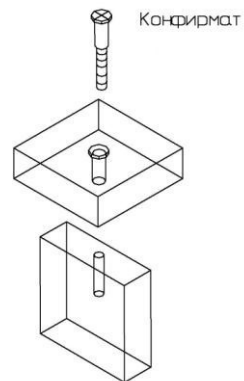

Рис. 2
Закрепить заднюю стенку (4) с помощью конфирматов, ввернув их сквозь отверстия в нижнем щите (3). Затянуть эксцентрики на нижнем щите (3). Присоединить основание комода (5) к нижнему щиту (3) с помощью конфирматов (рис.2). К получившейся конструкции присоединить крышку (1) так, чтобы дюбели и шканты в крышке вошли в предназначенные для них отверстия в боковых стенках (2), (02) и задней стенке (4). Затянуть эксцентрики, повернув их на 180 градусов (см. схему сборки). Закрепить эксцентрики и конфирматы заглушками-самоклейками.